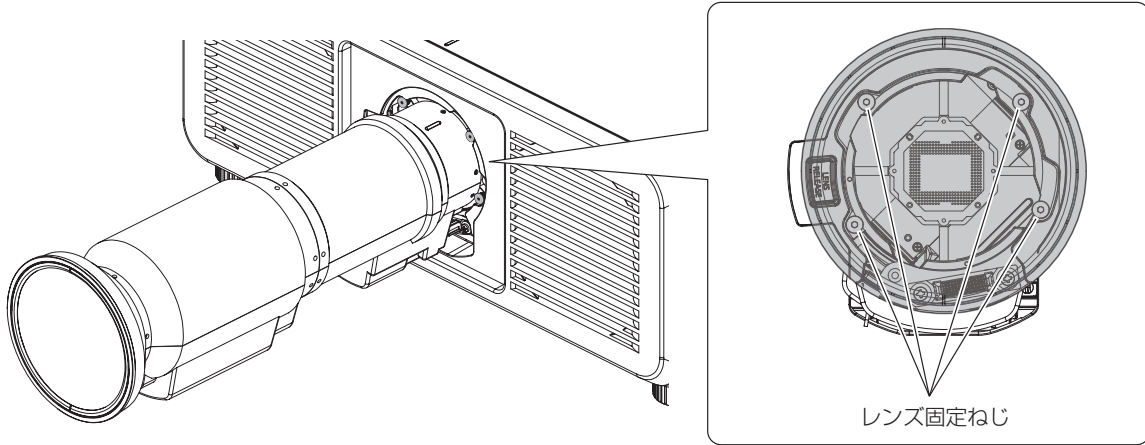

図1
- 1) レンズ固定ねじ（4 か所）を六角ボールポイントドライバーで空回りするまで緩める（図 1）